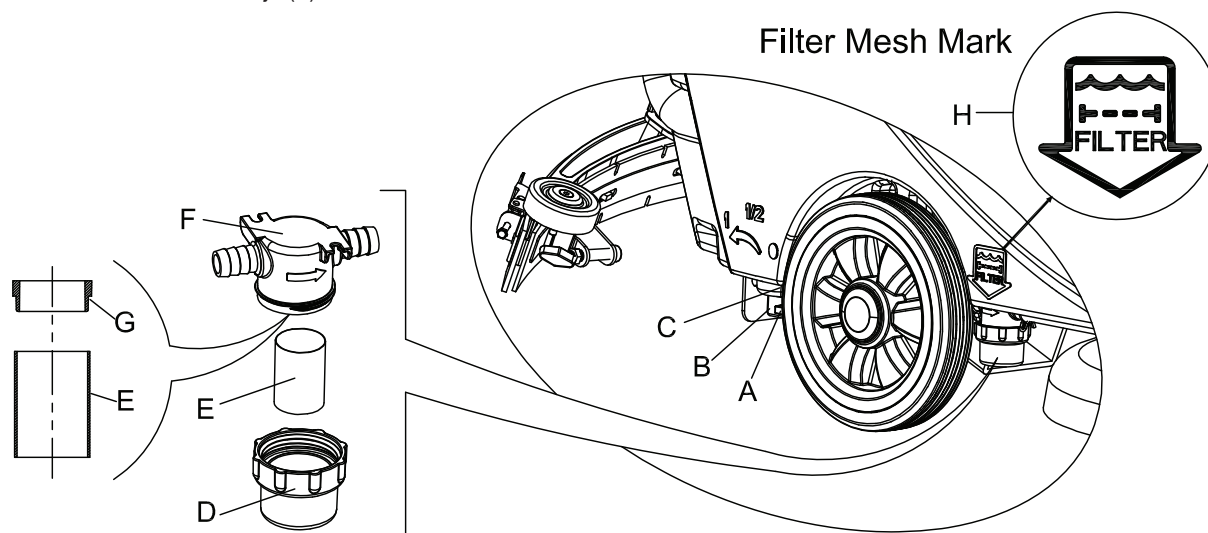

FIGURA 17
3. Presione el interruptor de encendido (41) en la posición "O" para apagar la máquina.
4. Cierre la válvula de bola de drenaje (A, Figura 17) (que se encuentra en la parte inferior de la máquina, detrás de las ruedas). Válvula de bola abierta Posición B, y válvula de bola cerrada, posición C.
5. Retire la tapa transparente (D), y luego retire el filtro (E), e instálelos en la caja del filtro (F) después de la limpieza.